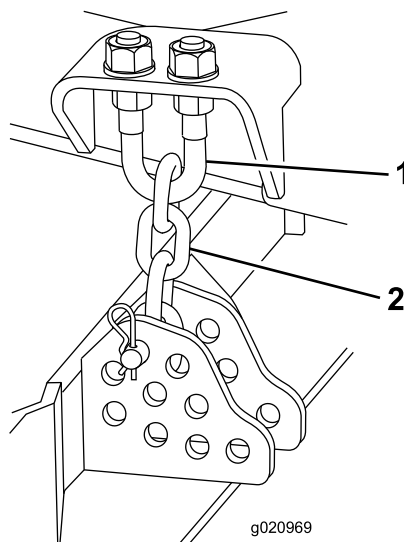

Figure 76
4. Enlevez la goupille fendue et l'axe de chape qui fixent les chaînes de hauteur de coupe à l'arrière du plateau (Figure 76).